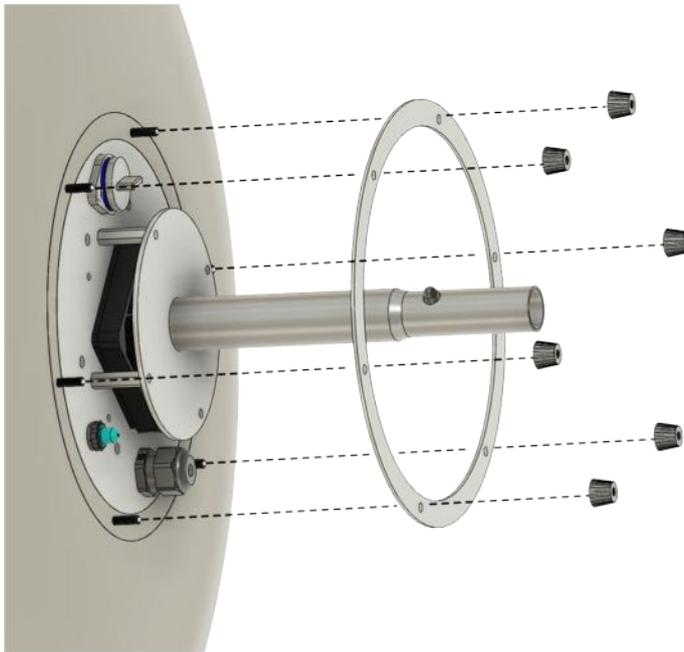

Fig. 5
2. Entfernen sie die 6 Kegelmuttern und den Aluminiumring an der Unterseite der Bodenplatte (Fig. 5).